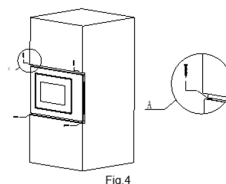

Fig. 4
4. Utilice los tornillos del embalaje de las piezas para fijar el horno microondas en el armario. (Fig. 4)